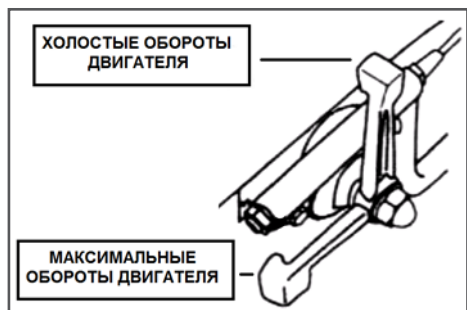

Рис. 11 Рычаг газа
4. Переведите рычаг газа на 1/3 хода в сторону положения максимальных оборотов двигателя (Рис. 11).
1. Переведите двигатель в режим холостого хода, для этого переведите рычаг газа в положение холостых оборотов двигателя (Рис. 11).